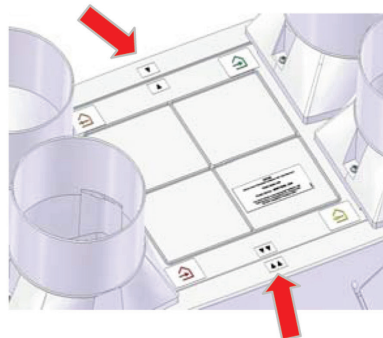

Fig. 3: Instalarea aparatului în poziție inversată
1. Scoateți capacul frontal și cel posterior după ce ați deșurubat șuruburile. (vezi fig. 3)